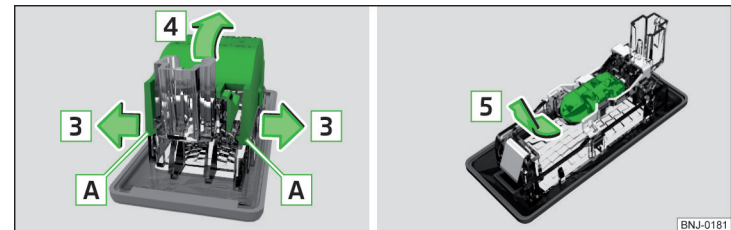

Abb. 206 Abdeckkappe ausbauen / Glühlampe wechseln
- › Die Abdeckkappe der Leuchte im Bereich **A** sowie in Pfeilrichtung **3** » Abb. 206 lösen.